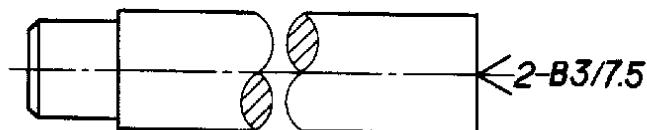

图 2
3.2 如同一轴的两端中心孔相同，可只在其一端标出，但应注出其数量（图 2）。